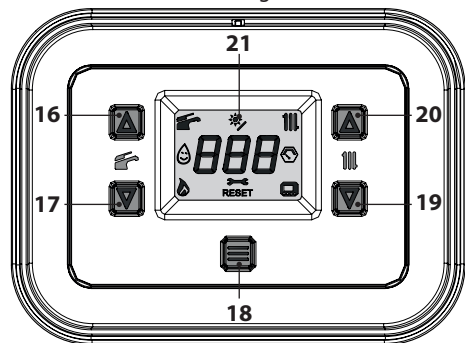
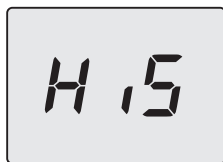
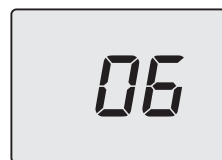

Figura 5.49
Figura 5.50
Figura 5.53
- Entrare in "modalità programmazione" premendo contemporaneamente per 5 secondi i tasti 17 e 19 (Figura 5.49) fino a far apparire sul display LCD le lettere **HIS** che indicano il menu "Storico delle caldaie" (Figura 5.50).
- Premere per 1 sec. il tasto 18 (Figura 5.49) per entrare nel parametro selezionato. Il display visualizzerà quanto segue (Figura 5.53).
- Premendo il tasto 18 (Figura 5.49) si ottiene la conferma del valore inserito. Il display visualizzerà per 5 sec. quanto segue (Figura 5.54) poi, si porterà al livello superiore.
- Premendo contemporaneamente i tasti 17 e 19 (Figura 5.49) si esce senza modificare il valore (ritorno al livello precedente).
- tenere premuti contemporaneamente i tasti 17 e 19 per 5 sec. (Figura 5.49) (ritorno al livello precedente).